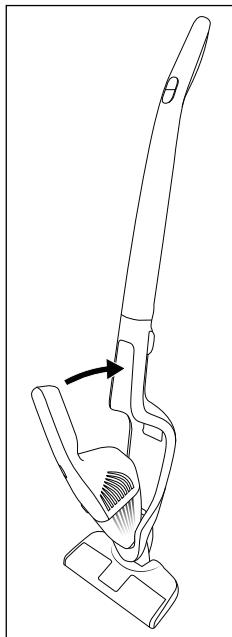
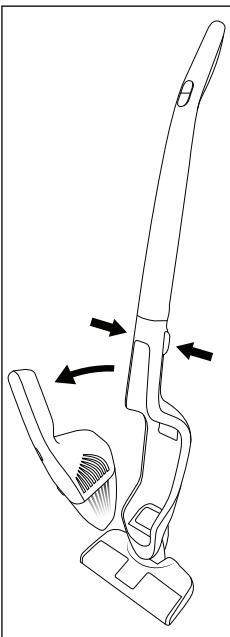

Fig. 2
Fig. 3
- 1) Pour assembler la partie portable **③** avec le manche **⑩**, glissez la pointe de la partie portable **③** dans l'évidement de la cavité pour la partie portable **⑬**.
- 2) Poussez ensuite la poignée **①** de la partie portable **③** dans le manche **⑩** de manière à ce que la partie portable **③** s'enclenche et soit bien fixée (fig. 2).
- 3) Pour détacher la partie portable **③** du manche **⑩**, appuyez sur les deux touches de déverrouillage **⑫**.
- 4) Tirez la partie portable **③** vers le haut/l'avant de la cavité pour la partie portable **⑬** (fig. 3).